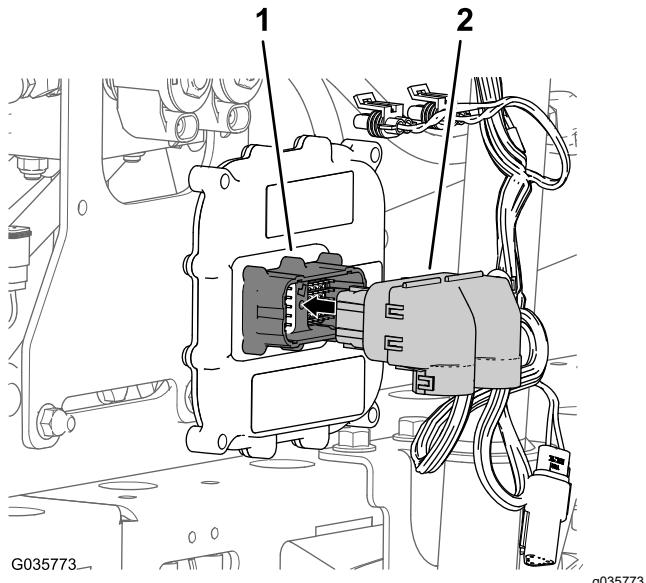

Bild 28
2. Schließen Sie den 50-Buchsen-Stecker des Sonic Boom-Kabelbaums am 50-Stift-Stecker des elektronischen Steuergeräts an und befestigen Sie die Anschlüsse mit der Innensechskantschraube (Bild 28).